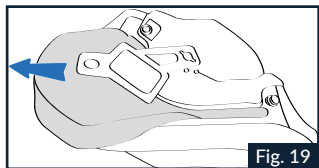

Fig. 19
2.2 Extraiga delicadamente del forro de revestimiento de tejido de la almohadilla lateral izquierda su acolchado interior de espuma expandida (Fig. 19).
5.1 Introduzca delicadamente en el forro de revestimiento de tejido de la almohadilla lateral izquierda su acolchado interior de espuma expandida (Fig. 19). Extienda con cuidado el acolchado comprobando que no queden pliegues en el revestimiento de tejido de la almohadilla lateral.